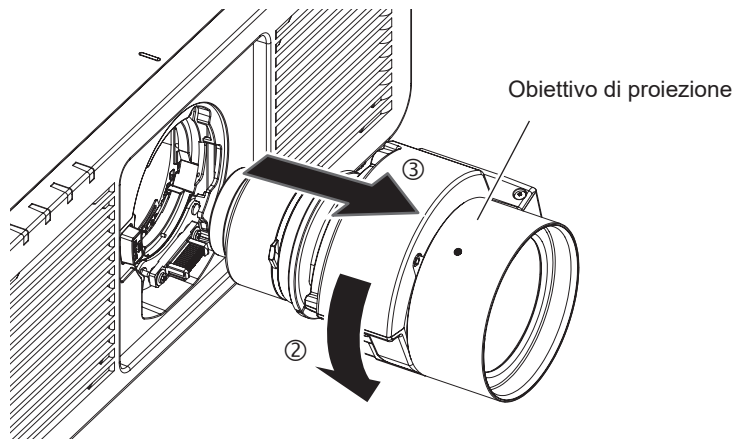

Fig. 2
- 2) Mantenendo premuto il pulsante di sblocco obiettivo(①), ruotare l'obiettivo di proiezione in senso antiorario (②) fino a rimuoverlo(③). (Fig. 2)
① Pulsante di sblocco obiettivo